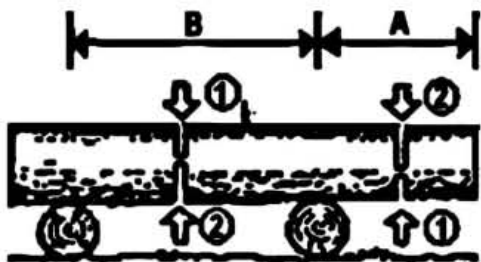

Рис.5
6.5 Распиловка бревна на опорах выше уровня земли (рис.5)